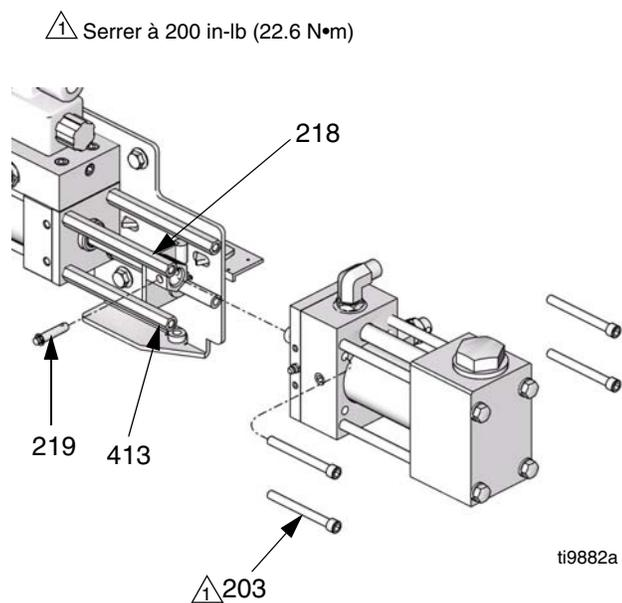

FIG. 2. Pompe doseuse – côté B
- Voir FIG. 2. Débrancher les conduites d'arrivée et de sortie du côté B (résine) de la pompe. Sortir la goupille (219) de l'œillet (218) pour dissocier la pompe du vérin hydraulique (201). Retirer les quatre vis (203) en maintenant la pompe sur les entretoises (413) du vérin. Placer la pompe sur un établi.